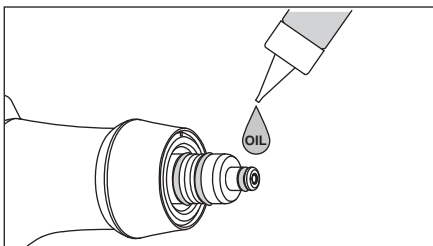

図15
- ①パウダーケースのOリング部を乾燥させ、付属のタービン用オイルを1滴たらし、指等でよくなじませます。(図15)
- ②オートクレーブ滅菌します。